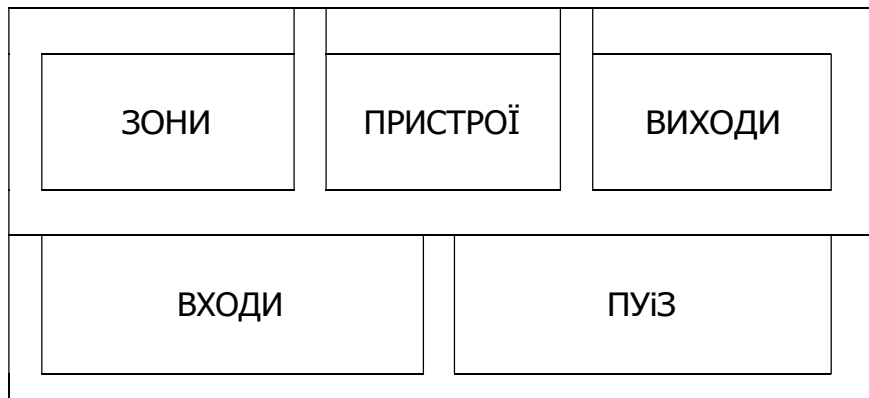

Рисунок 1
- Натиснути на відповідний пункт меню (див. рисунок 1);